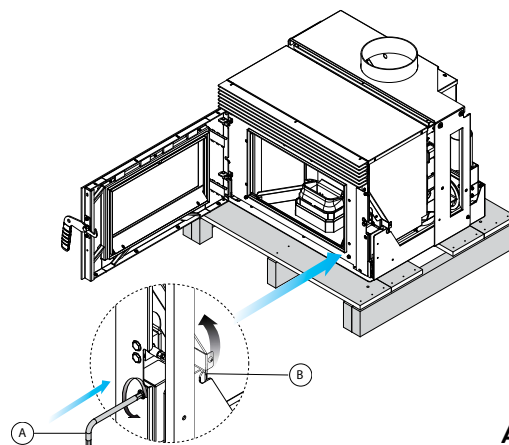
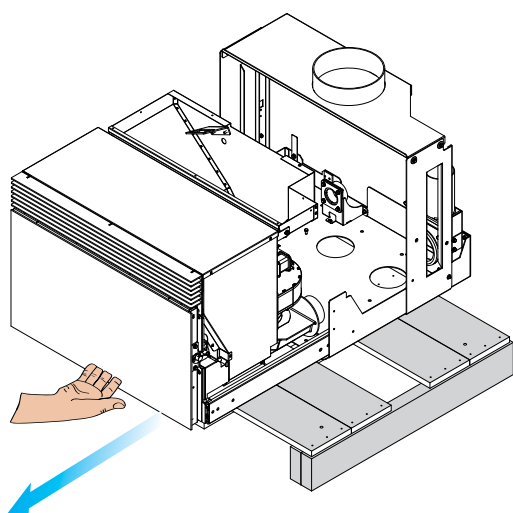

Abb. 6.1.2
Abb. 6.1.3
- 4) Stecken Sie einen Innensechskantschlüssel (A) in die Anschlagaufnahme ein; drehen Sie den Verriegelungshebel gegen den Uhrzeigersinn in Position (B) (Abb. 6.1.2), schließen Sie die Tür und ziehen Sie das Gerät bis zum Ende der Schienen nach außen (Abb. 6.1.3) heraus.